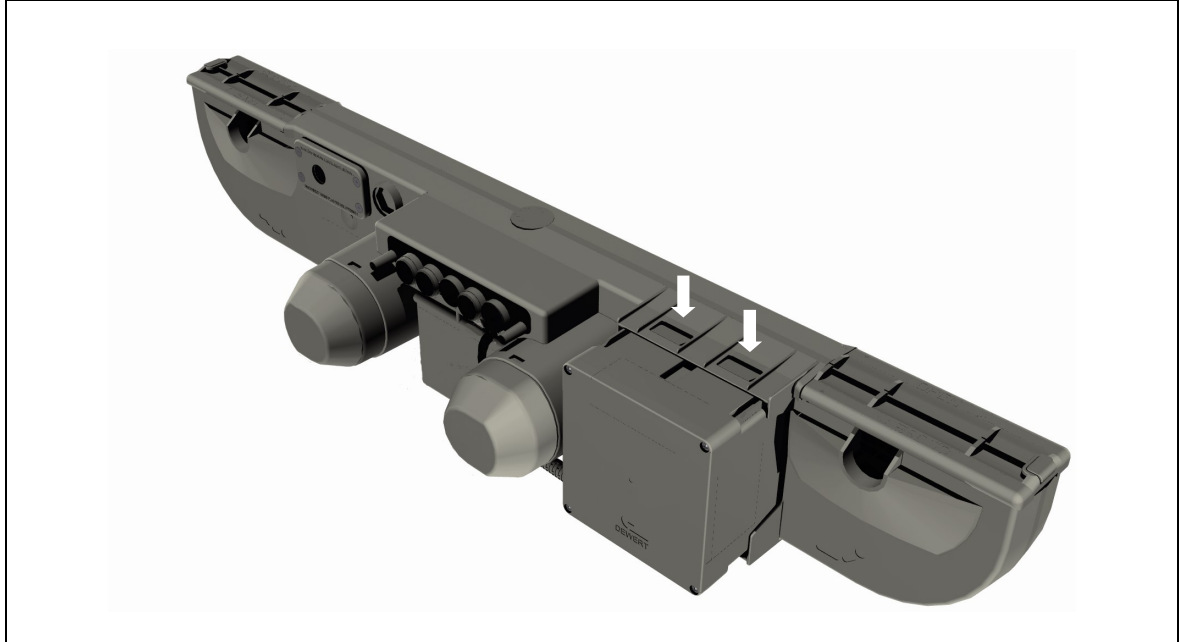

Abbildung 14 Ausbau des Akkus
- 2 Ziehen Sie den Akku von der Aufnahme am DUOMAT 7, wie in Abbildung 14 gezeigt. Dazu drücken Sie die beiden Rastnasen des Akkus so weit in die Aussparungen hinein, dass Sie den Akku aus den Aussparungen herausziehen können.